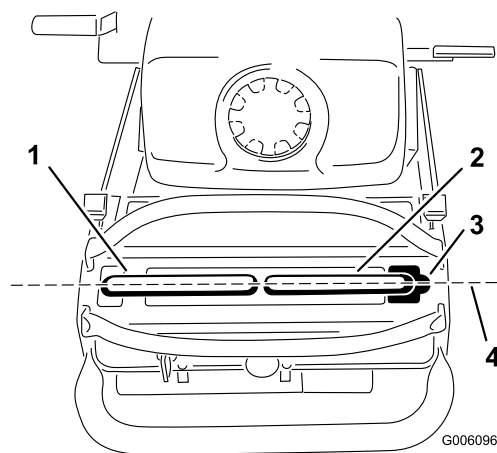

Figura 45
Importante: Dopo aver regolato le leve di controllo del movimento, assicuratevi che l'allineamento del tosaerba sia corretto. Dopo aver regolato l'allineamento, le leve di controllo del movimento potrebbero non allinearsi longitudinalmente (Figura 45).
- Una volta terminato l'allineamento orizzontale, controllate l'allineamento longitudinale (Figura 45).